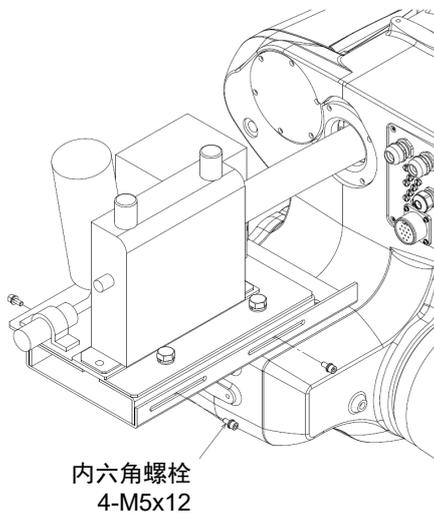

图 1.6 固定支架的安装(步骤 3)
3. 请参阅图1.6, 用4根内六角螺栓(M5×12)将固定支架A和B临时固定。(为了进行一体化动力线的张力调节, 请先临时固定。)